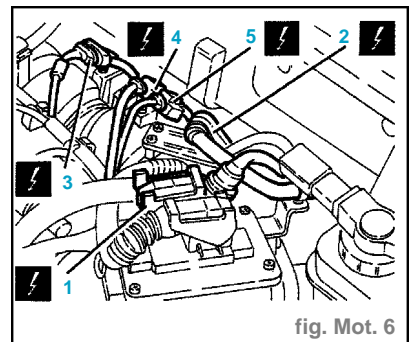

fig. Mot. 6
- Déconnecter le raccord électrique de la centrale de gestion moteur (1) (fig. Mot. 6).